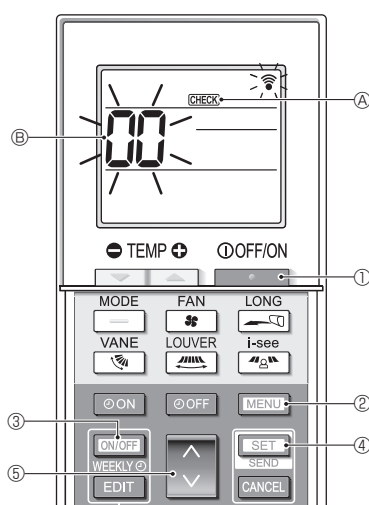

Fig. 7-6
7.3.2. Անլար հեռակառավարման վահանակ (Fig. 7-6)
- Սեղմեք [ON/OFF] կոճակը ① օդորակիչը անջատելու համար:
- Եթե շաբաթական ժամանակացույցը միացված է (WEEKLY միացված է), սեղմեք [ON/OFF WEEKLY] կոճակը ③՝ այն անջատելու համար (WEEKLY անջատված է):
- Սեղմած պահեք [MENU] կոճակը ②՝ 5 վայրկյանի ընթացքում:
- Սեղմեք [ON/OFF] կոճակը ③ ներքին բլոկի սառնագենտի հասցեն (M-NET հասցեն) ③, որի համար դուք ցանկանում եք ինքնաստուգում կատարել:
- Սեղմեք [SET] կոճակը ④:
- Սեղմեք [ON/OFF] կոճակը ①:
- [CHECK] չհայտնվում է և սառնագենտի հասցեն (M-NET հասցե) ③ անջատվում են և ինքնաստուգումն ավարտվում է: